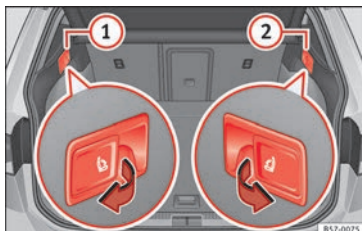

Fig. 146 Nel bagagliaio: leve per lo sblocco a distanza del lato sinistro (1) e destro (2) dello schienale posteriore
- Tirare la leva di sblocco a distanza dal lato sinistro » **fig. 146 (1)** o destro (2) dello schienale nel senso della freccia. Il lato sbloccato dello schienale posteriore si ribalta automaticamente in avanti.